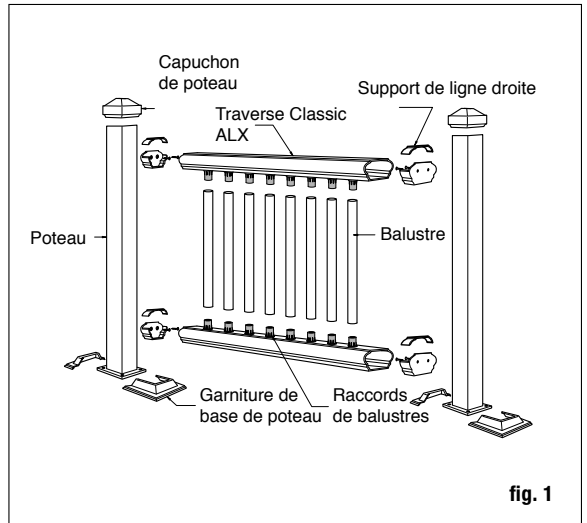

fig. 1
Étape 7 Mesurez la distance entre les poteaux installés pour déterminer la longueur des traverses du haut et du bas (fig. 1). Déposez la traverse inférieure sur la terrasse. La distance entre le poteau et le premier balustre devrait être de moins de 4 po et égale aux deux extrémités. Marquez l'angle et la longueur. Faites de même avec la traverse supérieure. Retirez un autre 1/4 po aux deux extrémités (1/2 po en tout) pour le support pour s'ajuster entre la traverse et le poteau. Taillez les traverses du haut et du bas selon la longueur.